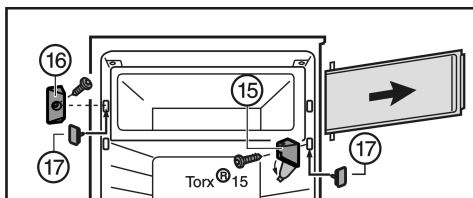

Fig. 7
- ▶ Afdekking aan lagerbus Fig. 7 (15) wegklappen.
- ▶ Lagerbus Fig. 7 (15) met de vakdeur losdraaien.
- ▶ Sluitstuk Fig. 7 (16) losdraaien.
- ▶ De vrij geworden gaten met de meegeleverde stoppen Fig. 7 (17) sluiten.